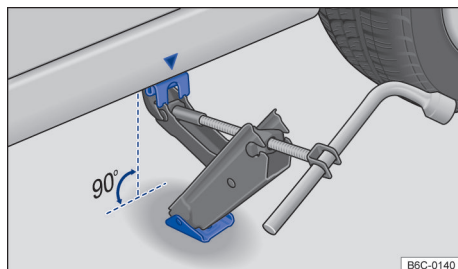

Fig. 168 Pontos de apoio do macaco e macaco posicionado no lado esquerdo traseiro do veículo.
9. Garantir que a base do macaco, com toda sua superfície, esteja sobre o chão e que a base se encontre perpendicularmente abaixo do ponto de colocação → Fig. 168.
10. Alinhar o macaco e, simultaneamente, levantar a garra do macaco até ela se encaixar na travessa debaixo do veículo → Fig. 168.
- Posicionar o macaco somente nos pontos indicados. A garra do macaco deve se encaixar no perfil da longarina de forma segura → Fig. 168.